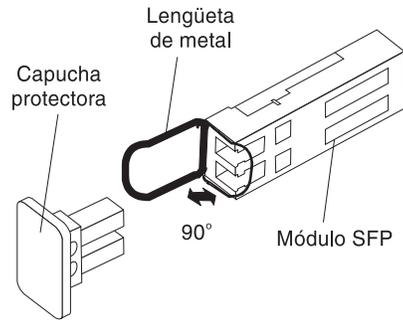

Figura 15. Desbloqueo del pestillo del módulo SFP (variedad de metal)
- Para los módulos SFP que contienen lengüetas de metal, desbloquee la lengüeta del módulo SFP tirando de la lengüeta de metal hacia el exterior, hasta formar un ángulo de 90°, tal como se muestra en la Figura 15 en la página 30.